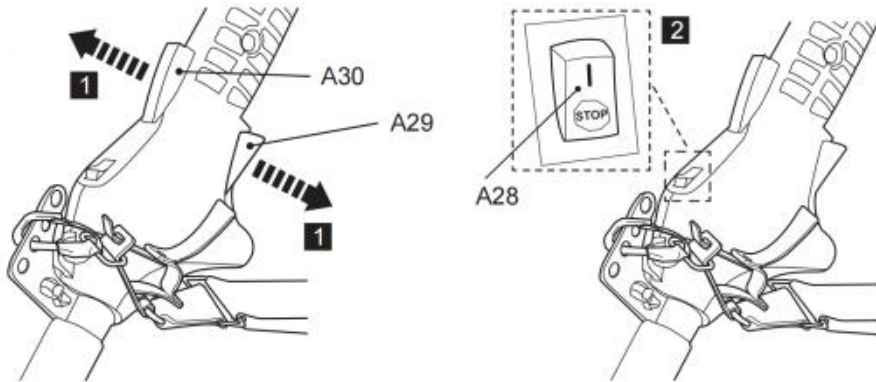

Fig. 42
2. Zet de contactschakelaar (A28) in de stand “STOP” (Afb. 42).